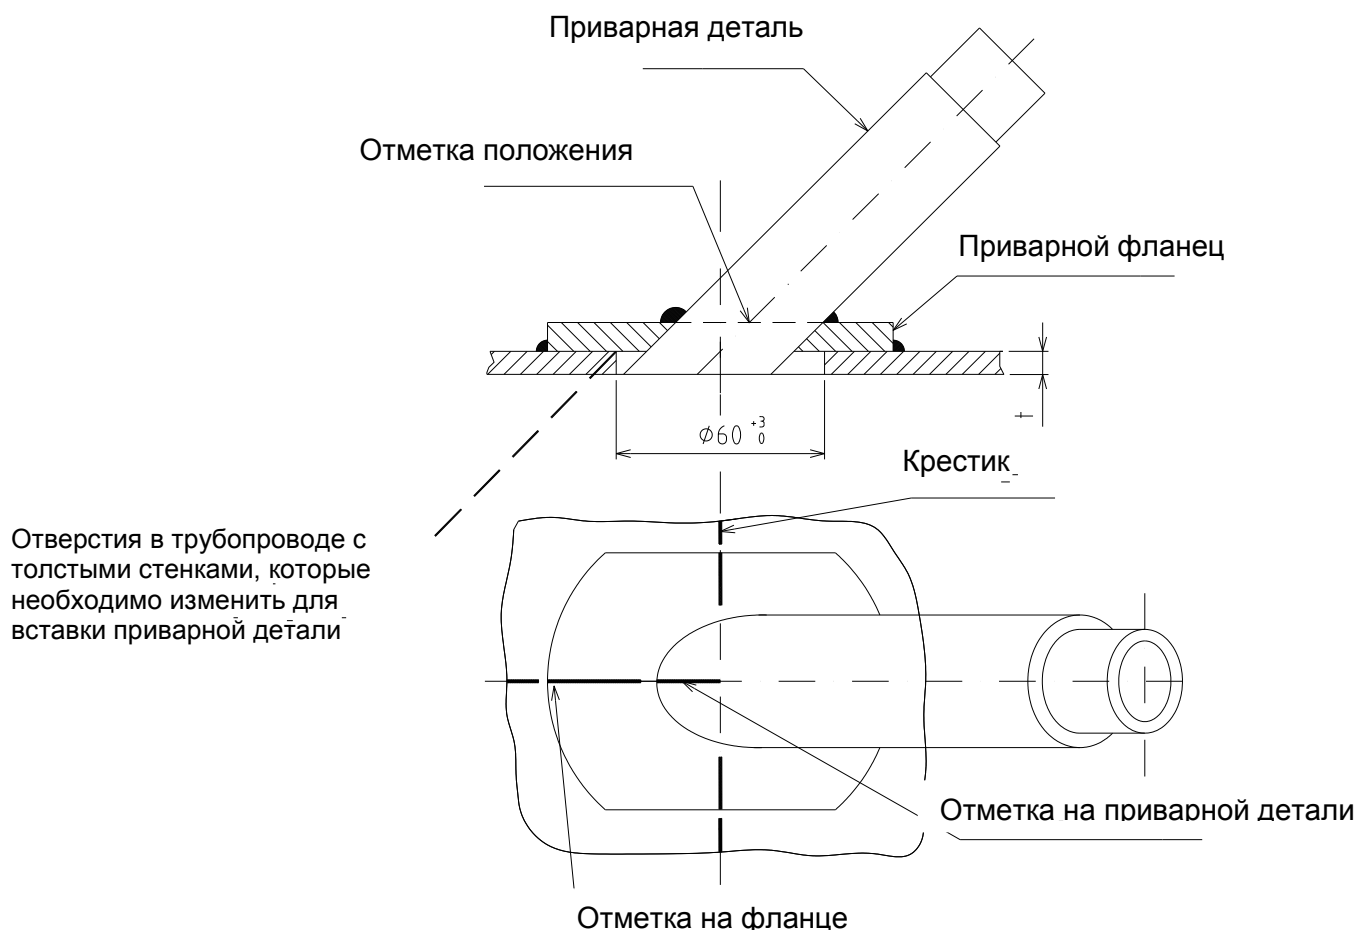

Рисунок 17
- С.** Поместите приварные фланцы на обе приварные детали и отрегулируйте их положение в зависимости от установленных меток. Глубина вставки должна быть такой, чтобы нижняя часть приварной детали была заподлицо с внутренней поверхностью измеряемого трубопровода (смотрите рисунок 17). Отметьте (на приварной детали) правильную глубину вставки приварной детали во фланец.